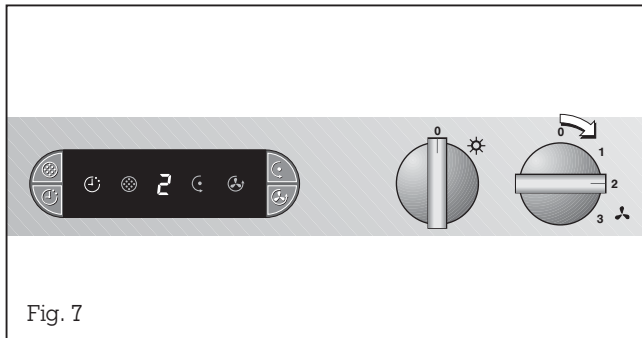

Fig. 7
- Mettez le bouton «allure» sur la vitesse souhaitée (fig. 7).